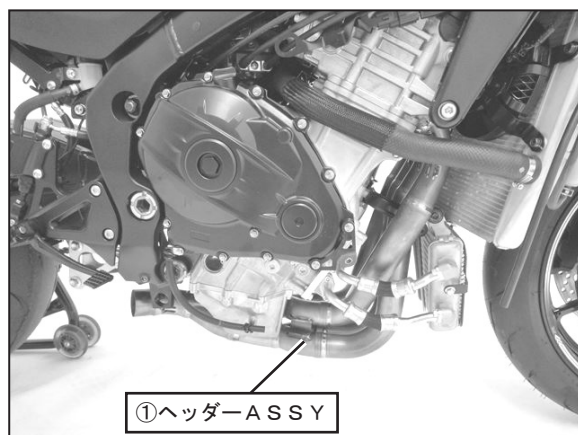

FIG. 3
7. ①ヘッダーASSYを手順6で取り付けした⑦口金ジョイントに奥までしっかり差し込み、排気漏れがないように、フランジ部のボルトを規定トルクで均等に締め付けます。次に、⑨穴あきキャップボルトM8×25と①ヘッダーASSYに⑱マフラスプリング(フローティング)を取り付けて下さい。(FIG. 3, 4参照)